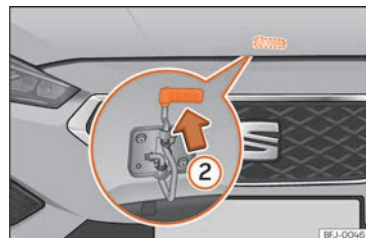

Abb. 233 Hebel unter der Motorraumklappe.
- Zum Anheben der Motorraumklappe drücken Sie den Hebel unterhalb der Motorhaube nach oben >>> **[Abb. 233] ②**. Dabei wird der Fanghaken entriegelt.